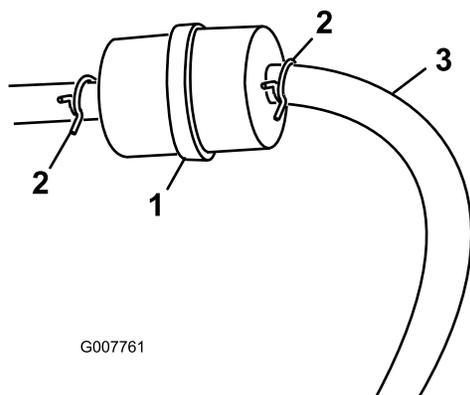

Figure 28
3. Pincez les extrémités des colliers et éloignez les colliers du filtre (Figure 28).
- Posez un filtre neuf et rapprochez les colliers de fixation du filtre (Figure 28).
- Desserrez le collier de serrage au niveau du filtre à carburant et éloignez-le du filtre en le poussant le long de la conduite d'alimentation (Figure 28).
- Débranchez les conduites d'alimentation du filtre à carburant (Figure 28).
Remarque: Laissez couler le carburant dans un bidon ou un bac de vidange (Figure 28).
- Raccordez la conduite d'alimentation au filtre. Rapprochez le collier de serrage du filtre pour fixer la conduite d'alimentation (Figure 28).